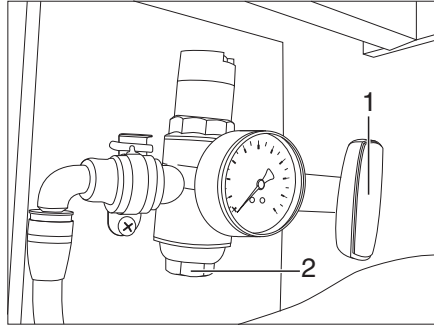

Fig. 173 Manoreductor (grifo de cierre principal cerrado)
- Cerrar la mirilla (Fig. 173,2) en el manoreductor.
- Cerrar el grifo de cierre principal en el manoreductor (Fig. 173,1).
- Abrir el grifo de cierre principal en el manoreductor (Fig. 173,1).